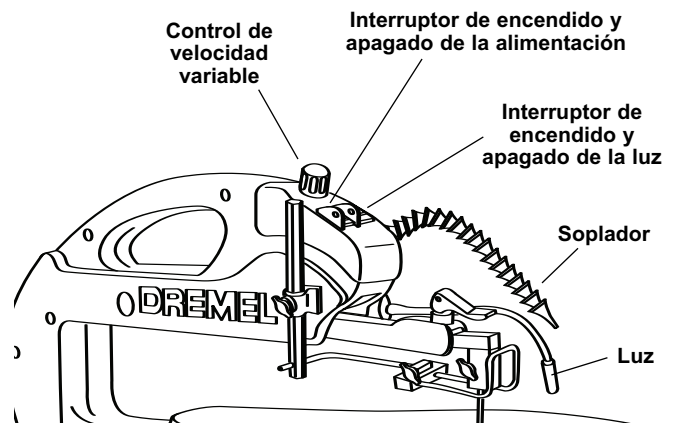

Figura 16. Ajuste de la lámpara o del Soplador
Encienda o apague la sierra utilizando el interruptor de encendido (I) y apagado (O) de la alimentación (Figura 16).
Ponga el interruptor de la lámpara en la posición de encendido (I). Posicione la lámpara según sea necesario para iluminar la pieza de trabajo (Figura 16).
Posicione el soplador según sea necesario para soplar el aserrín con el fin de quitarlo de la pieza de trabajo (Figura 16).
Gire el control para variar la velocidad de la sierra, la lijadora de disco y otros aditamentos opcionales (Figura 16).